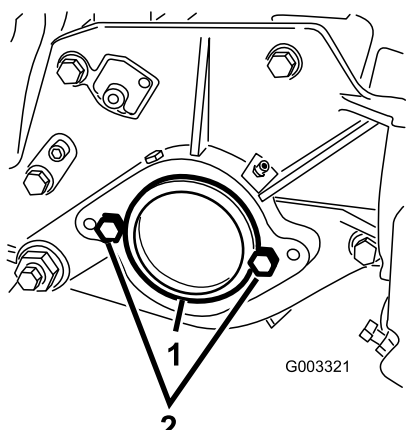

Рисунок 7
2. На правой стороне режущего блока снимите с корпуса подшипника пластиковую заглушку (Рисунок 7).
3. Отверните два болта из правой боковой пластины (Рисунок 7).
5. Установите, не затягивая, два монтажных болта двигателя барабана в левую пластину режущего блока (Рисунок 7).